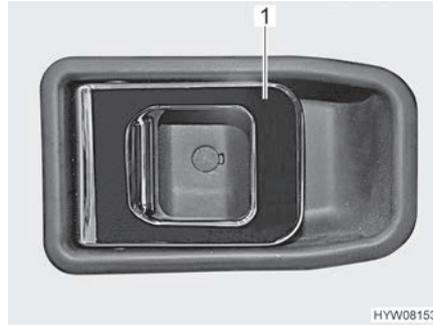

Fig. 33 Cerradura de la puerta (puerta del conductor en el interior)
- Abrir:* ■ Tirar del tirador (Fig. 33,1). Se desbloqueará o bien abrirá la cerradura de la puerta.
- Bloquear:* ■ Presionar el tirador (Fig. 33,1). Se bloqueará la cerradura de la puerta.